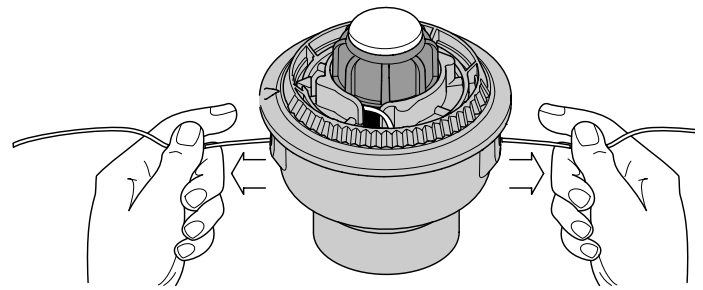

Fig. 19
9. Si le rembobinage du fil devient difficile ou si le fil se coince, tirez-en les extrémités de la bobine. Continuez de rembobiner le moulinet intérieur vers la gauche (Fig. 19).